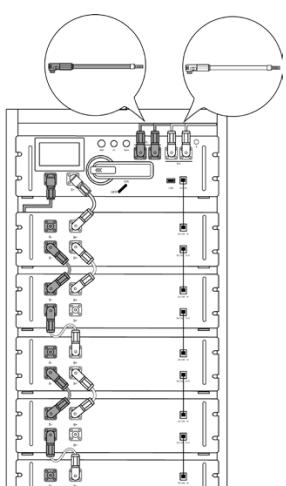

図 2-3
3. PCSへの接続：図 2-3 および図 2-4 を参照してください。